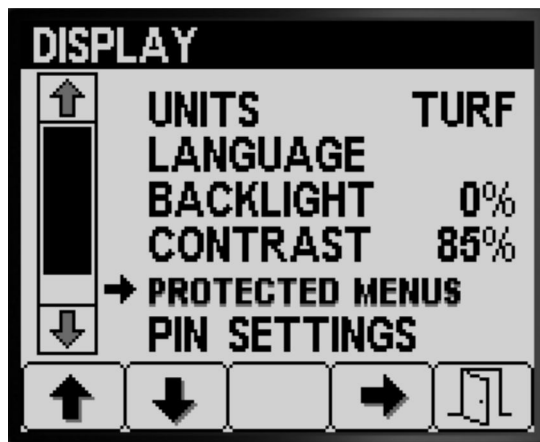

Bild 21
- Drücken Sie Taste 1 oder 2, um auf die Option GESCHÜTZTE MENÜS zu navigieren (Bild 21).
2. Drücken Sie Taste 4, um den Eintrag GESCHÜTZTE MENÜS auszuwählen (Bild 21).